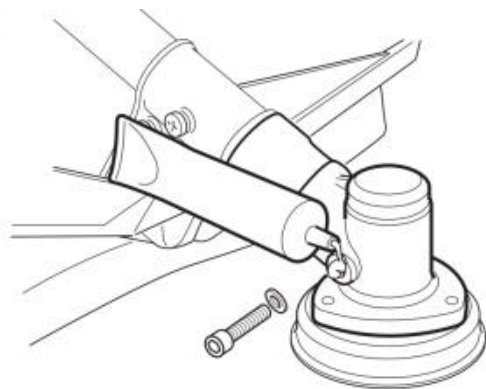

Fig. 68
2. Ajouter un lubrifiant approprié (Fig. 68).